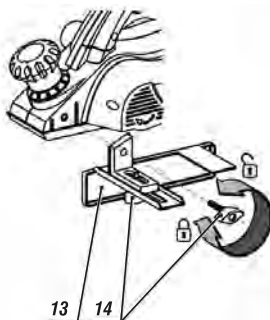

fig 1. – ajuste de la guía lateral
Para instalar la guía lateral (13) encaje la guía en el canal lateral y fíjela con el tornillo (14), conforme la fig. 1.